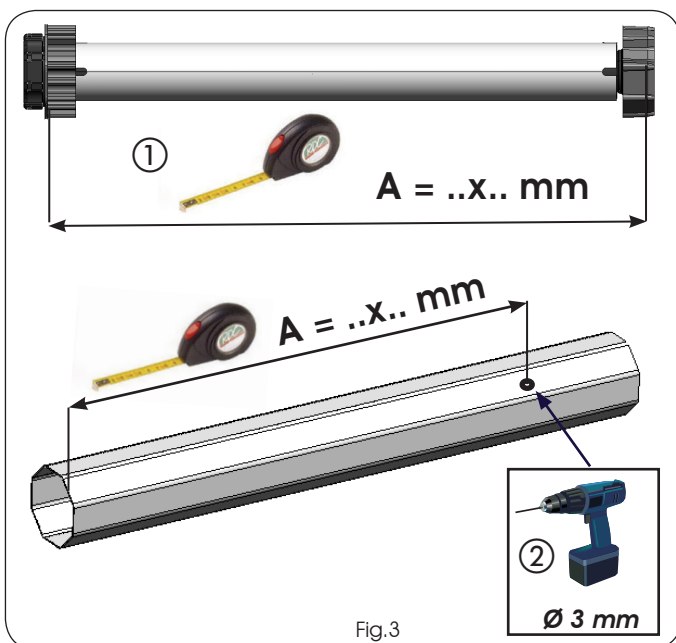

Fig.3
- 2) Realice un taladrado con una broca de 3 mm \varnothing en el rodillo (Fig.3 ref. ②) a la distancia A, anteriormente medida en el motor tubular (Fig.3 ref. ①).